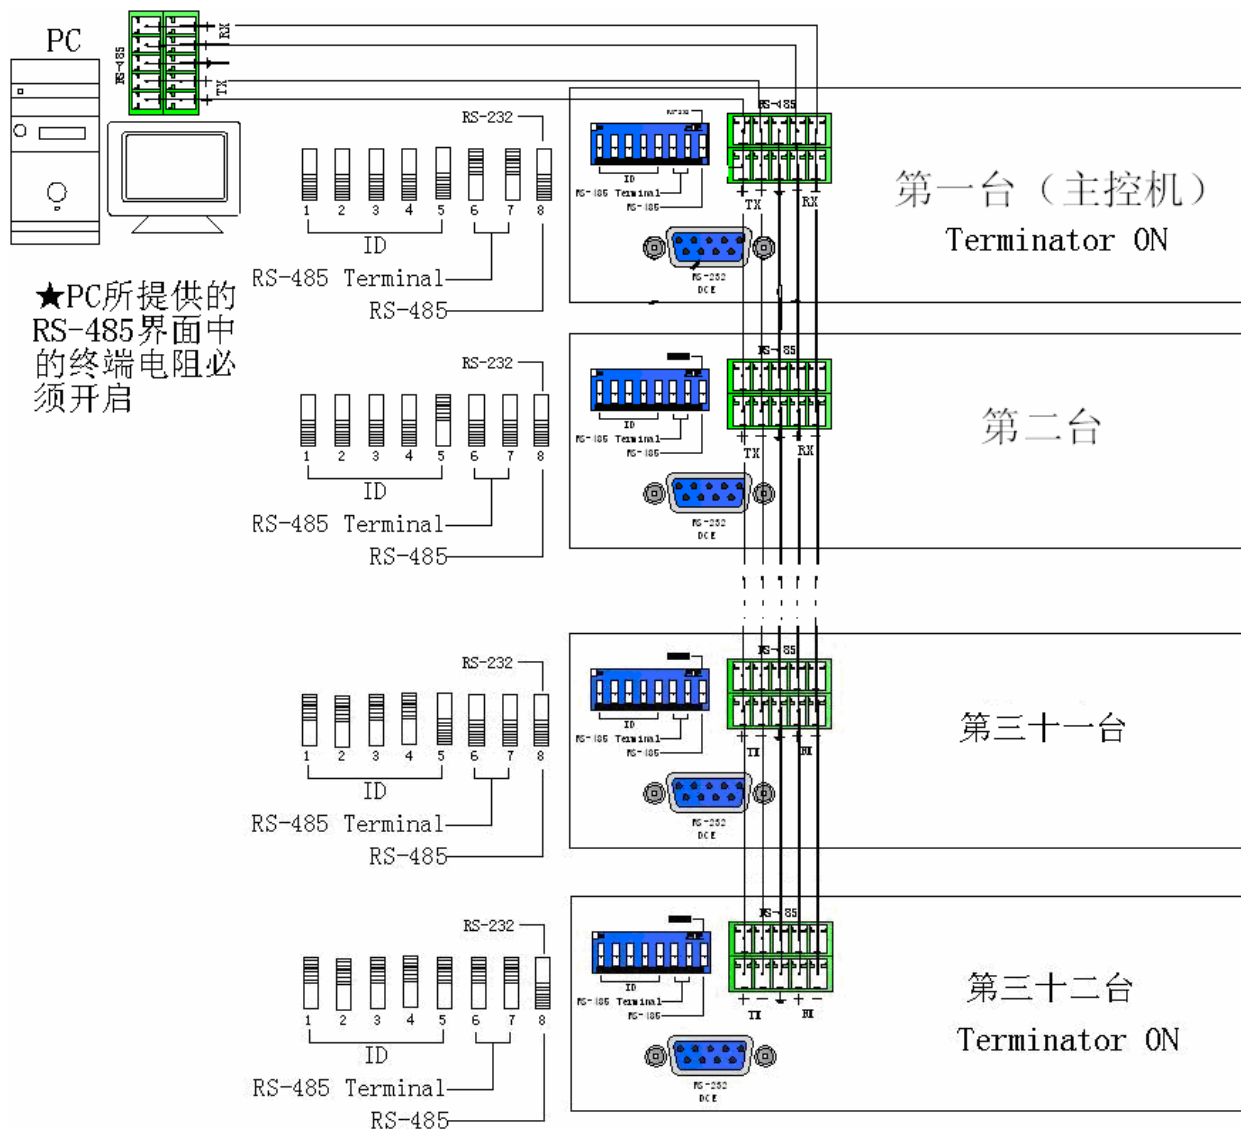

图 5-10
B. PC 提供 RS-485 时，接线方式如下图 5-10 示：